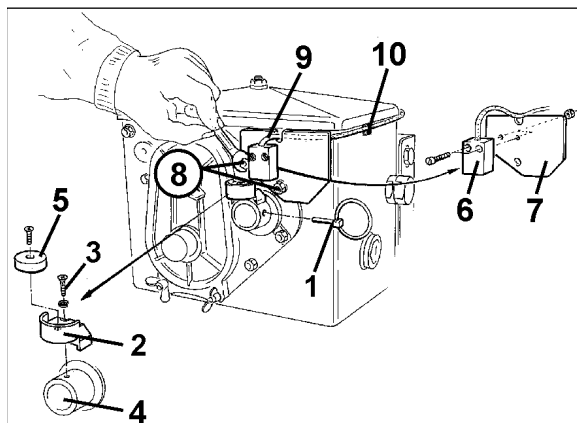

Fig. 9
1. Remova a chaveta (Fig. 9/1, liga o tambor agitador ao acionamento).
2. Aparafuse o suporte do íman (Fig. 9/2) com um parafuso auto-roscante M4 x 10 (Fig. 9/3) e anilha de pressão ao veio oco de transmissão (Fig. 9/4).
4. Aparafuse o íman (Fig. 9/5) com um parafuso auto-roscante M4 x 10 ao suporte do íman.
5. Aparafuse o sensor (Fig. 9/6) ao suporte do sensor (Fig. 9/7).
6. Aparafuse o suporte do sensor (Fig. 9/7) com duas porcas de caixa (Fig. 9/8) na caixa de engrenagens.
7. Instale o cano do sensor (Fig. 9/9) para a cabine do trator.
8. Fixe o cabo ao semeador com placas adesivas (Fig. 9/10) e braçadeiras. As superfícies adesivas devem estar limpas e isentas de gordura.
9. Coloque a chaveta (Fig. 9/1) no veio oco de transmissão.